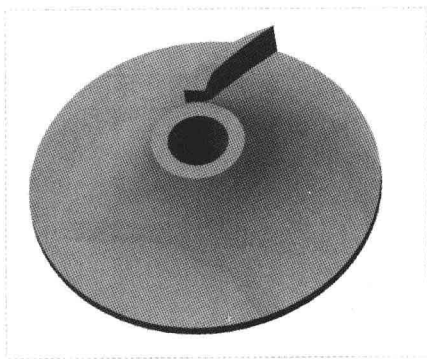

图 7-116 图形文件
Step 01 按【Ctrl+O】组合键，打开图形文件，如图 7-116 所示，在“功能区”选项板中切换至“分析”选项卡。